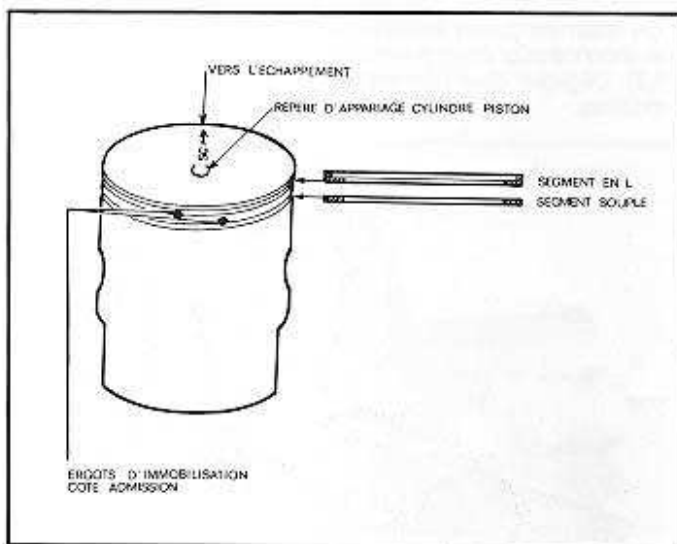

Fig. 18
- Monter les segments sur le piston (fig. 18), segment souple en bas, segment en «L» en haut.